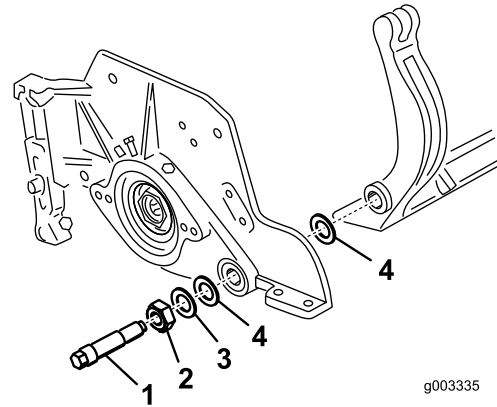

Figura 28
Guarde las 2 arandelas de nylon y la arandela de acero de cada extremo de la barra de asiento (Figura 28).
3. Coloque una arandela de nylon en cada lado del saliente de la placa lateral. Coloque una arandela de acero por fuera de cada arandela de nylon (Figura 28).